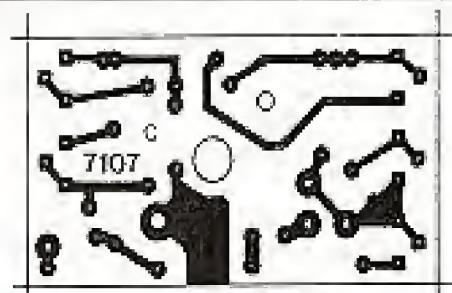

Fig. 17. - C.I. de l'atténuateur.
**Le C :** figure 17. Simple face 15/10. Il est destiné aux composants de l'atténuateur d'entrée. Il se monte entre les galeites de K.